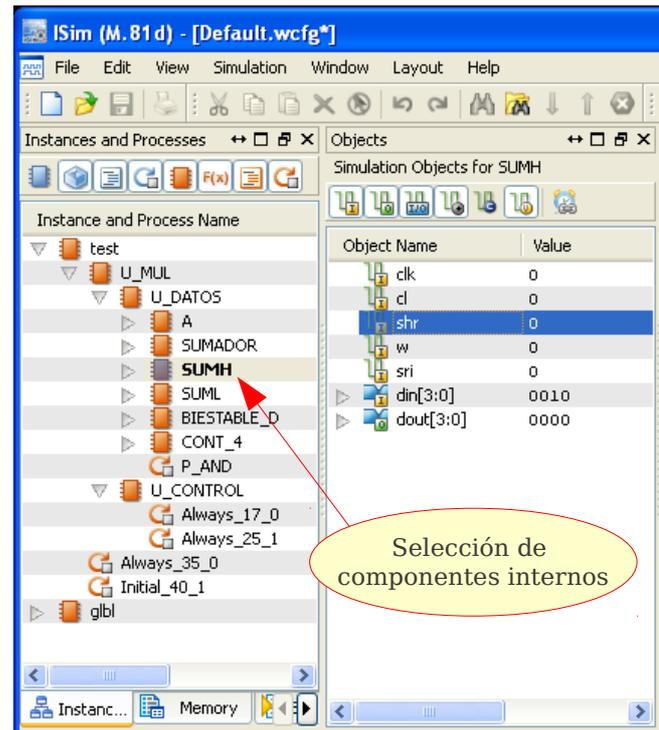

Figura 10. Acceso a módulos internos.
- 4.2. Una vez corregidos los errores, realice la simulación mediante la opción *Simulate Behavioural Model*. Debe comprobar todas las señales que obtuvo en la tabla del estudio teórico, para ello, añada a la simulación las señales internas de los módulos de la ruta de datos tal y como se muestra en el figura 10. Busque las multiplicaciones del estudio teórico y amplíe la forma de onda hasta que se visualicen correctamente las señales.